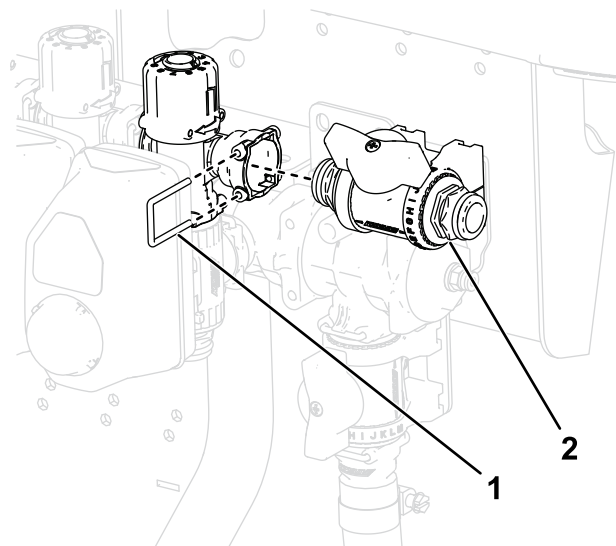

Bild 41
13. Montieren Sie die Regelventilbaugruppe an der Ventilsinsel, wie in Bild 41 dargestellt.